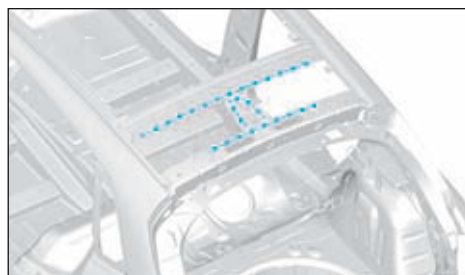

FIG.138
• Appliquer un mastic de calage indice «A2» (Fig.138).